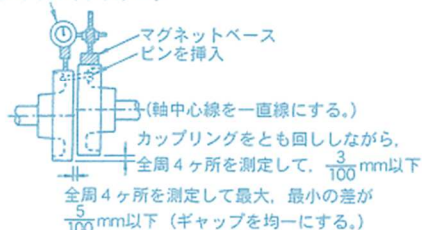
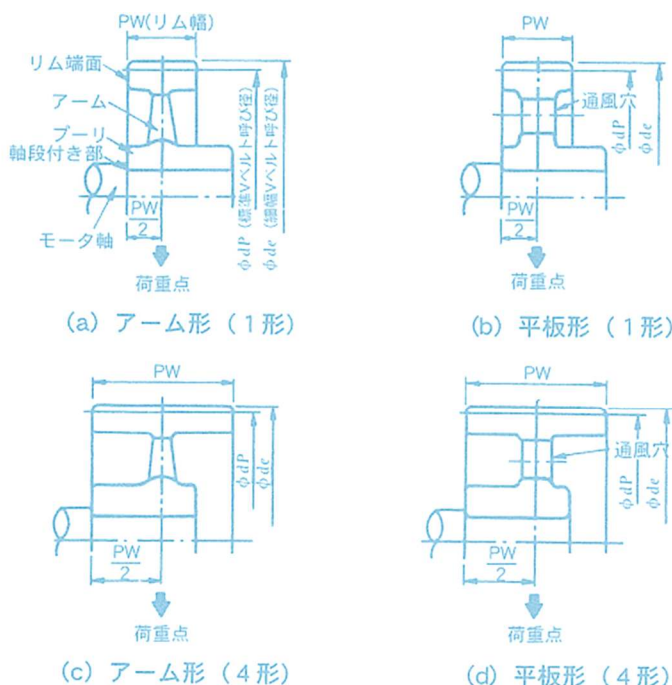

図2 カップリング直結
図3 モータ用Vプーリの取り付け
カップリング直結の場合は、図2に示す点にご注意ください。
- (1) モータ用Vプーリは、モータの通風冷却を妨げないようにするため、図3のようなアーム形を標準としています。従って、平板形を使用する場合は、図2のようにできるだけ大きな通風穴を開けてご使用ください。
- (2) モータにVプーリを取り付ける場合は、モータ軸段付き部及び軸受に加わる荷重を最小にするため、Vベルトの張力による軸の荷重点をできるだけモータ側にもってくる必要があります。従って、Vプーリのリム端面は、図3のように軸段付き部と同一面になるように取り付けてください。